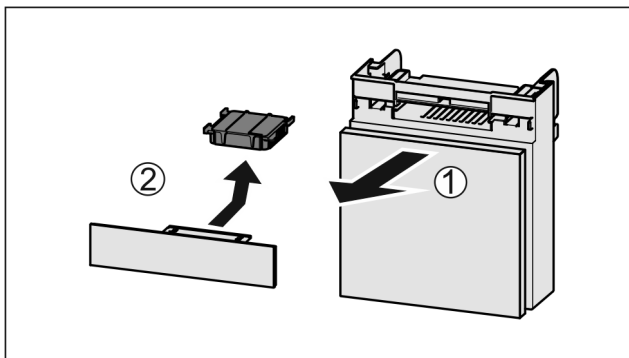

Fig. 82
- ▶ Потягніть Fig. 82 (1) відділення вперед.
- ▶ Витягнути Fig. 82 (2) фільтр з активованого вугілля.